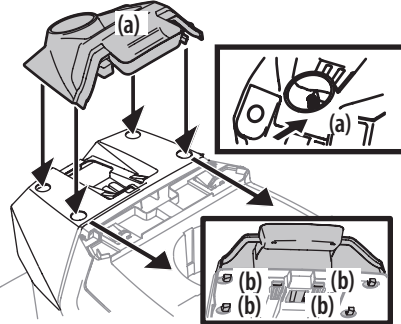

Figura 8
- Para instalar la cubierta del tablero (a), alinee las lengüetas (b) de la cubierta del tablero (c) con los orificios de la parte superior del tablero como se muestra en la Figura 8.